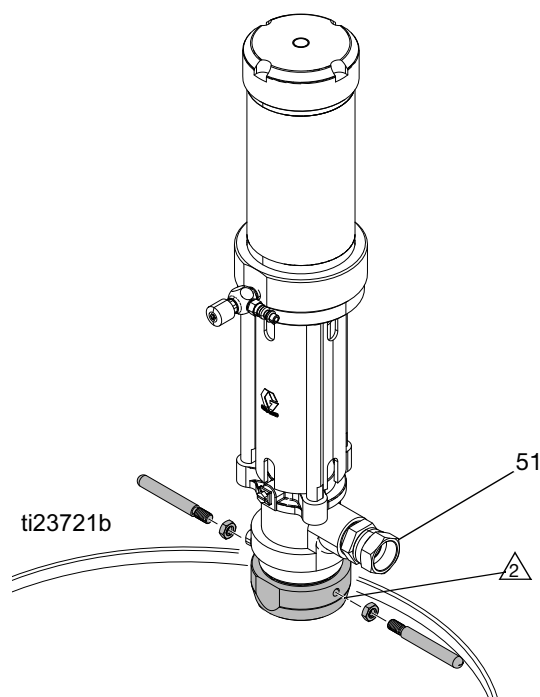

FIG. 7
4. Lubrique el diámetro interno del adaptador de tapón y las roscas de montaje. Ponga las manijas suministradas y apriete las contratuercas. Ponga las manijas suministradas y apriete las contratuercas. Compruebe que la junta de estanqueidad esté en su sitio y atornille firmemente el adaptador de tapón (51) en el orificio roscado del bidón. Inserte la bomba a través del adaptador y bloquéela en su sitio. Consulte la FIG. 7.